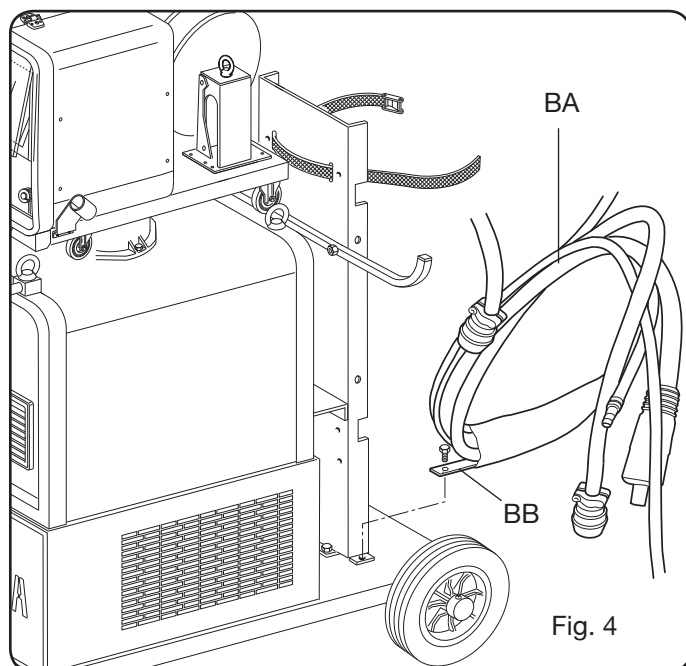

Fig. 4
- Bloquear la extremidad de la conexión **BA**, fijando la lengüeta **BB** al fondo de la máquina como se indica en Fig. 4.